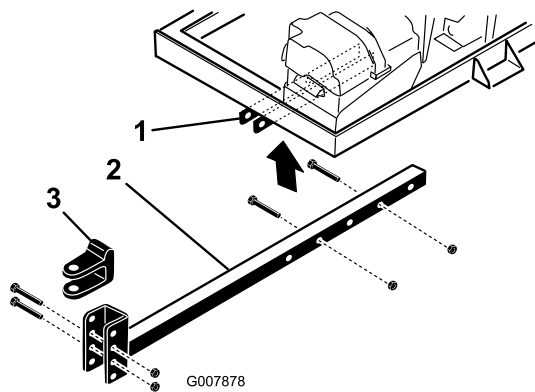

図 4
2. フレームブラケットにヒッチチューブに差し込む 図 4。ボルト $\frac{3}{8}$ " x 3"2本とフランジナット $\frac{3}{8}$ "を使用して、チューブをフレームに固定し、ボルトを 40 Nm/4.14 kg.m2 = 30 ft-lb にトルク締めする。
- ヒッチクレビス 図 4 をヒッチチューブに固定しているボルトとロックナットを外す。
- ヒッチチューブをフレームブラケットに固定しているボルトとナットを外す 図 4。